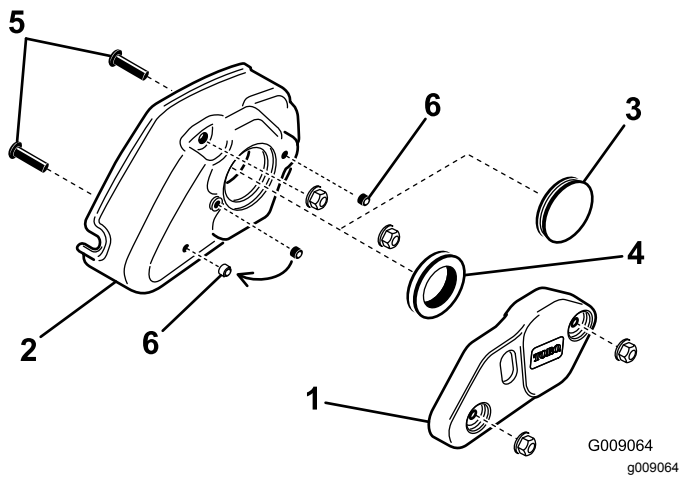

図 21
2. グルーマのウェイトをグルーマカバーに固定している 5/16 in フランジナット2個を外してウェイトを取り外す図 21。